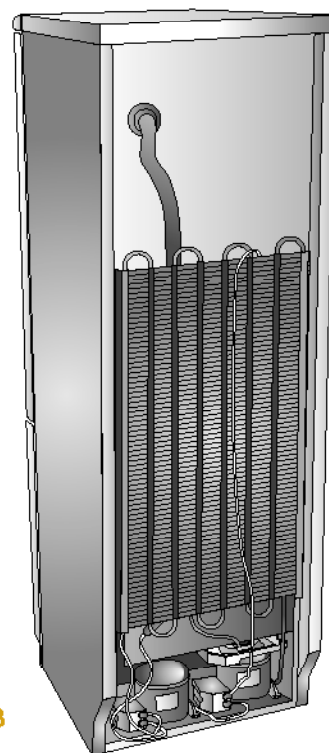

Fig. 3
- 3 Lasciare una distanza di almeno 5 cm. fra la parete superiore dell'apparecchio ed eventuali pensili. Se l'apparecchio è munito di distanzieri montarli sulla parte superiore del condensatore posto nella parete posteriore (Fig. 3).
- 3 Allow for at least 5 cm of space between the upper wall of the appliance and any hanging cupboards. If the appliance is equipped with spacers, mount them on the upper section of the condenser located on the rear wall (Fig. 3).
- 3 Между верхом прибора и подвесной полкой следует оставить расстояние не менее 5 см. Если прибор оснащен распорками, установите их в верхней части конденсатора, находящегося со стороны задней стенки прибора (Рис. 3).
- 3 Jeżeli zamrażarka zostanie zainstalowana w meblościance, należy zostawić przynajmniej 5 cm odstępów od jej górnego blatu. Jeśli urządzenie jest zaopatrzone w podkładki dystansowe to należy je zamontować na górnej części skraplacza zamocowanego na tylnej ścianie (rys. 3).
- 3 Між верхньою частиною обладнання і можливими полицями потрібно залишати принаймні 5 см вільного простору. Якщо обладнання оснащено дистанційними деталями, змонтувати їх на верхній частині конденсатора, що на задній стінці обладнання (рис. 3).